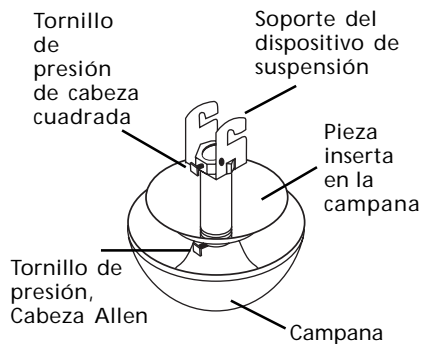

Figura 4b - Como meter el tubo por la campana y la pieza inserta en la campana.
6. Pasar los cables por la campana y la pieza inserta en la campana y dejar descansar la campana sobre el cuello de motor. Ver Figura 4b.
OJO: Apretar bien los tornillos de presión que se ven en la Figura 4b.